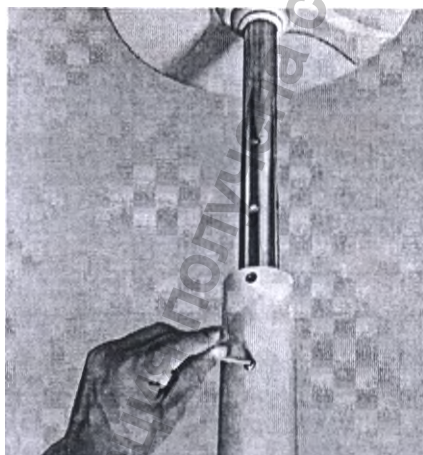

Рисунок 27
- Установите высоту колонны с помощью двух боковых шестигранных винтов. (Рисунок 27).